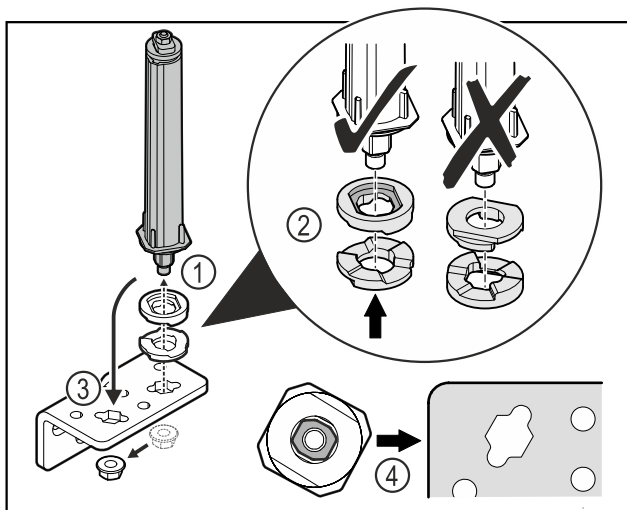

Fig. 36
- ▶ Otpustite maticu i skinite sustav zatvaranja vrata Fig. 36 (1).
- ▶ Pazite na ispravno poravnanje pločica za namještanje visine Fig. 36 (2).
- ▶ Premjestite sustav zatvaranja vrata u kutnim šarkama i pričvrstite ga maticom Fig. 36 (3).
- ▶ Pri umetanju pazite na ispravno poravnanje sustava zatvaranja vrata Fig. 36 (4).